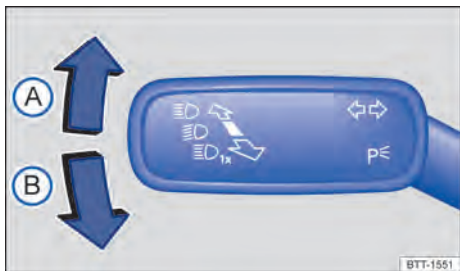

Fig. 108 À esquerda na coluna de direção: alavanca dos indicadores de direção e do farol alto.
- Traga a alavanca dos indicadores de direção e do farol alto da posição central para a seguinte posição → Fig. 108:
- (A) Piscar à direita ➔.
- (B) Piscar à esquerda ➜.